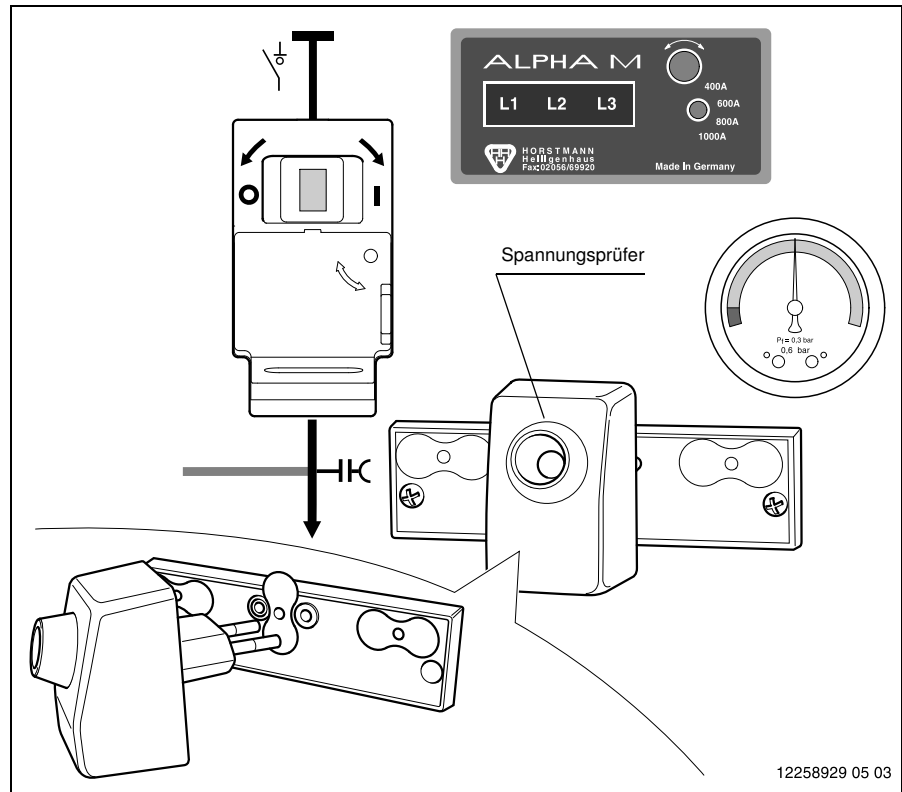

Bild 112
2. 3 Spannungsprüfer (siehe Tabelle 4, Kapitel 4.9) in die Messbuchsen des entsprechenden Schaltanlagenfeldes stecken (Bild 112).